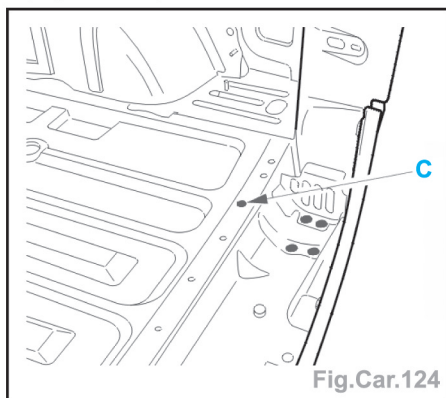

Fig.Car.124
- Souder par points électriques, par points bouchons (suivant **C**), meuler les points bouchons et poser le panneau arrière (Fig.Car.124).